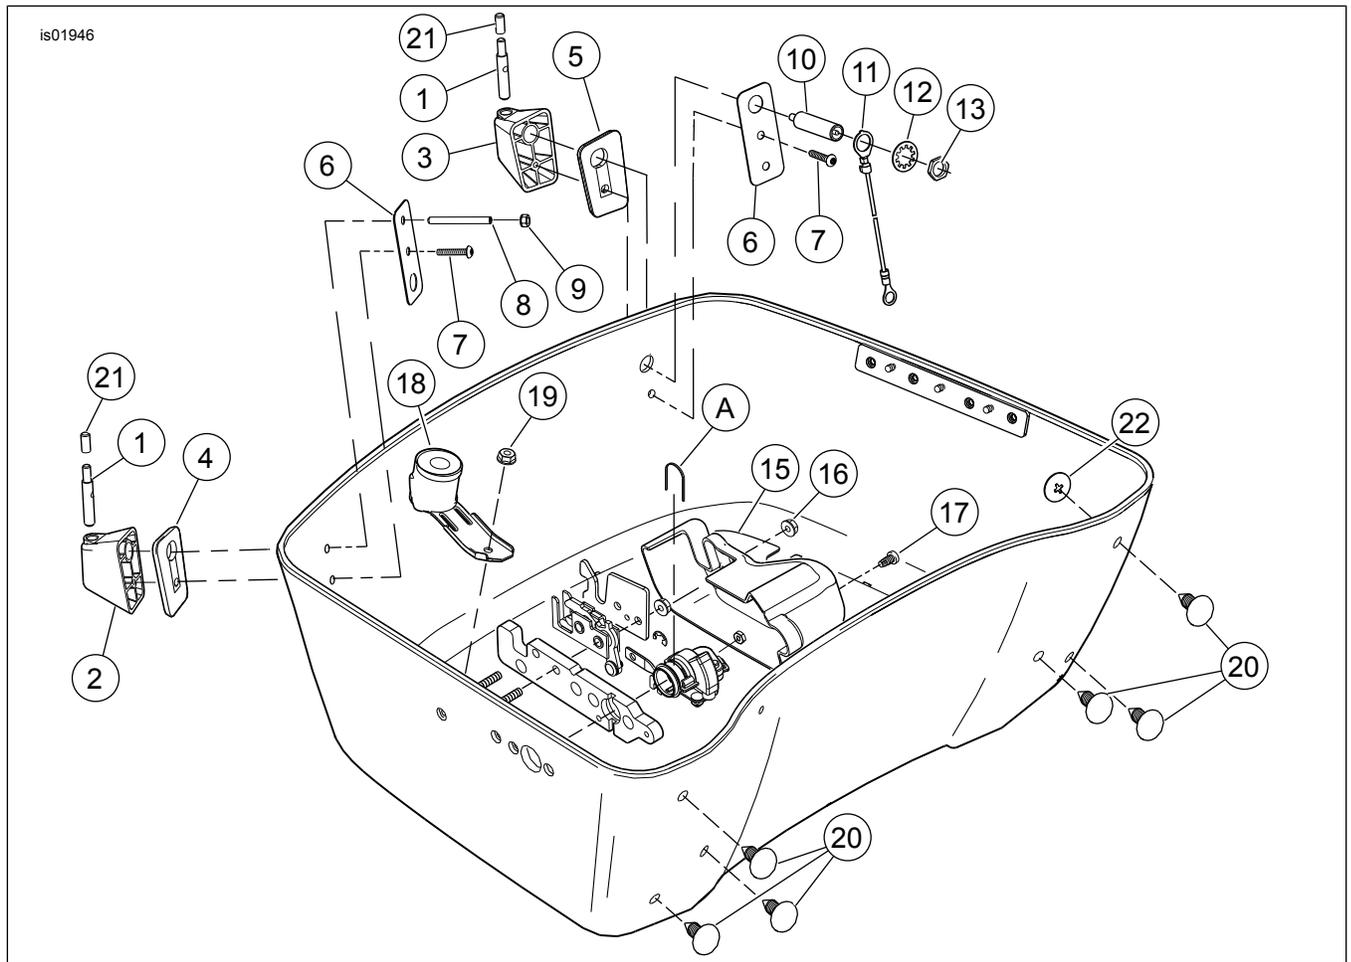

Abbildung 6. Ersatzteile für den Tour-Pak-Einbauteilesatz (unterer Teil)
13. Siehe Abbildung 6. In die sechs Löcher an der Vorderseite des Tour-Pak wie abgebildet die sechs Stopfen (20) einsetzen und mit den sechs Sicherungsscheiben (22) sichern.